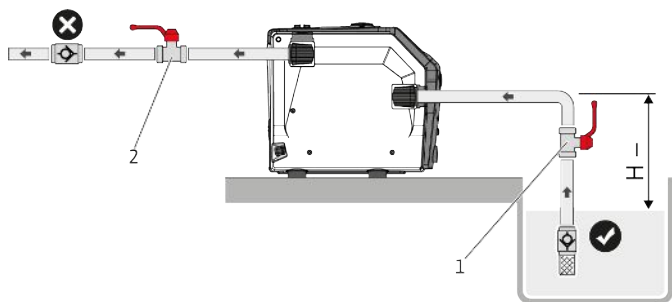
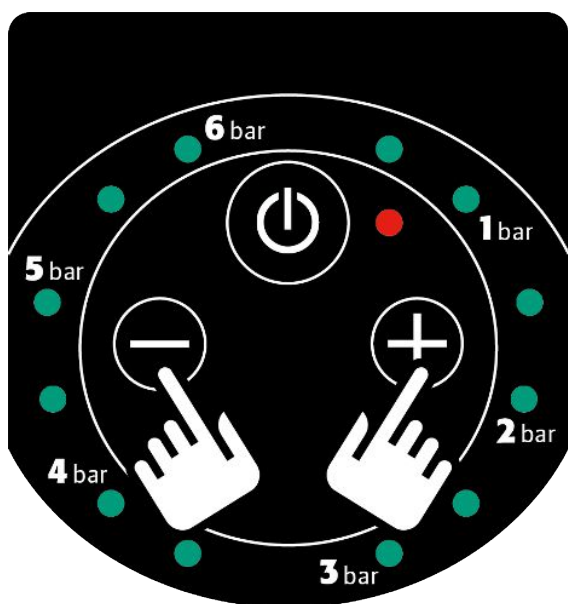

Fig. 7: Tryb ssania
Fig. 10: Przycisk obsługowy + i -
1. Jeśli produkt jest zainstalowany w trybie ssania (Fig. 7), należy nacisnąć jednocześnie przyciski „+” i „-” przez 5 sekund (Fig. 10).
1. Podłączyć zawór odcinający (Fig. 7 – poz. 1, 2) po stronie ssawnej i ciśnieniowej.